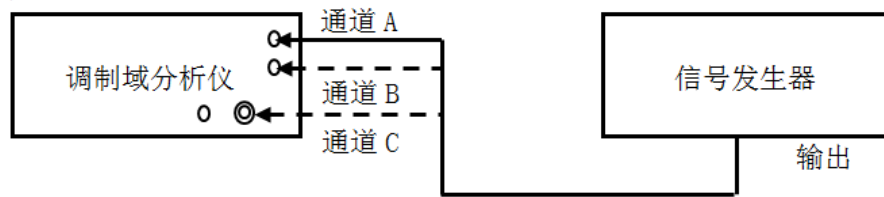

图 8.2 连接示意图 2
- f) 如图 8.2 所示连接测试仪器, 将信号发生器连接到调制域分析仪 A 通道或 B 通道;
- a) 如图 8.2 所示连接测试仪器，将信号发生器连接到调制域分析仪 C 通道；
- a) 如图 8.2 所示连接测试仪器，将函数发生器连接到调制域分析仪通道 A 或通道 B；
- a) 如图 8.2 所示连接测试仪器，将信号发生器连接到调制域分析仪通道 A 或通道 B；